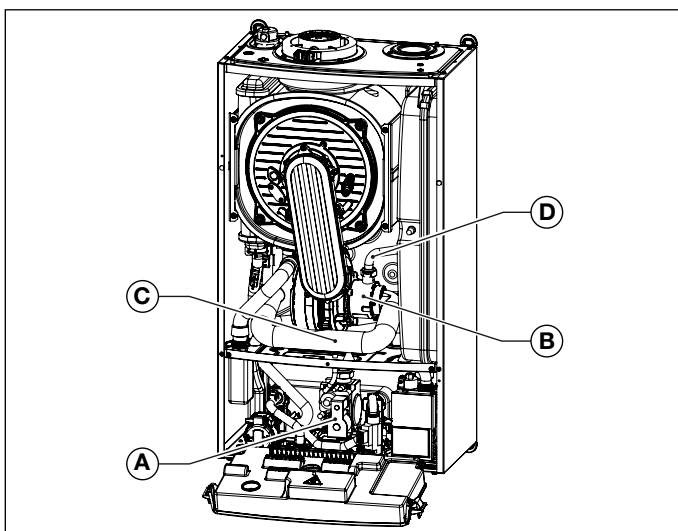

Fig. 32 Marmitta di aspirazione
- Rimuovere la marmitta di aspirazione, avendo cura di svitare prima la vite che la fissa al miscelatore (vedi Fig. 32 Marmitta di aspirazione).
- Scollegare il tubo gas dal miscelatore (vedi Fig. 32 Marmitta di aspirazione).